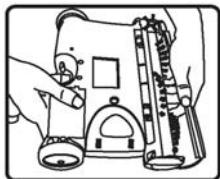

Fig. 10
- Quite la cubierta del cepillo. (Fig. 10). (Vea la página 15 por instrucciones detalladas).
- Quite la cubierta del cepillo. (Fig. 10)
- Vuelva a colocar la cubierta del cepillo (Fig. 10).